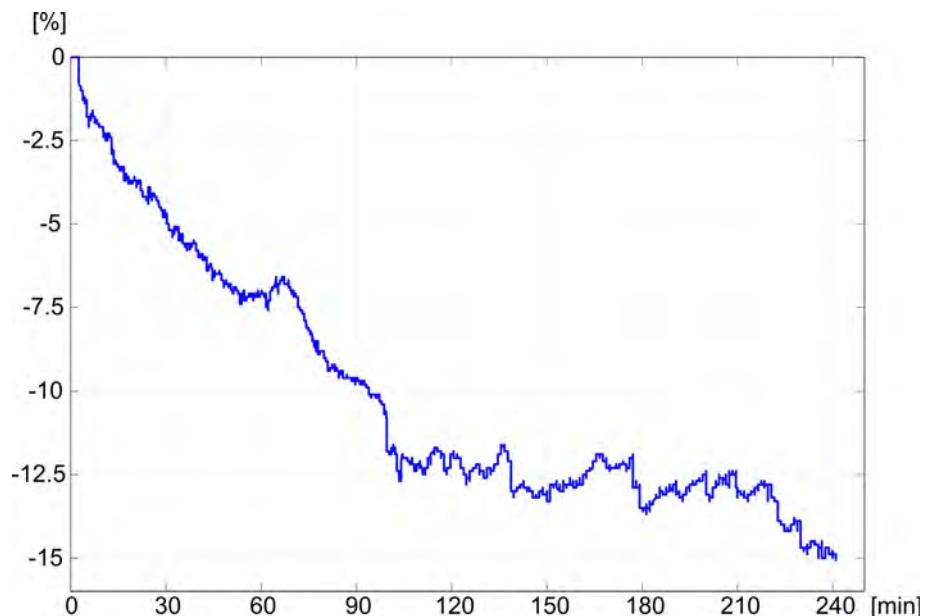

Fig. 11-18 Trend del volume ematico relativo (in %) durante la terapia (tempo in minuti)
Il sensore ematotrico (opzionale) (vedere sezione 11.4 Sensore di ematocrito (Sensore HCT) (279)) fornisce i valori del volume di sangue relativo (variazione del volume di sangue in %) in intervalli temporali di 10 secondi; bioLogic Fusion utilizza questi valori per calcolare le curve degli ultimi 10 minuti del trend RBV (Fig. 11-18) al fine di monitorare la riduzione dell'RBV.